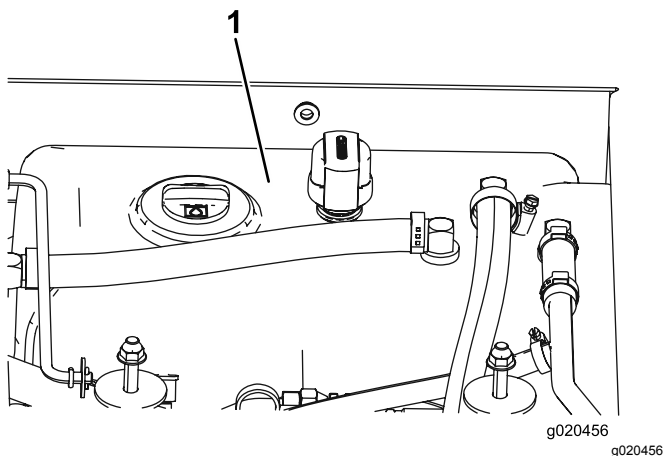

Figura 99
3. Encha o reservatório (Figura 99) com fluido hidráulico. Consulte o ponto sobre a verificação do fluido hidráulico.